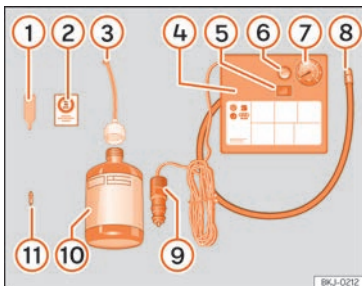

Abb. 224 Prinzipdarstellung: Bestandteile des Pannensets
Das Pannenset befindet sich im Gepäckraum unter dem Bodenbelag. Es besteht aus folgenden Bestandteilen »» (Abb. 224):
- Ventilkappe und Ventileinsatz vom Reifenventil abschrauben. Verwenden Sie den Ventileinsatzdreher »» (Abb. 224) ① zum Heraus-schrauben des Ventileinsatzes. Legen Sie den Ventileinsatz auf einem sauberen Untergrund ab.
- Reifenfüllflasche kräftig schütteln »» (Abb. 224) ⑩.
- Einfüllschlauch »» (Abb. 224) ③ auf die Reifenfüllflasche schrauben. Die Folie am Verschluss wird automatisch durchstoßen.
- Verschlussstopfen vom Einfüllschlauch »» (Abb. 224) ③ entfernen und das offene Schlauchende auf das Reifenventil schrauben.
- Ventileinsatz mit dem Ventileinsatzdreher »» (Abb. 224) ① wieder in das Reifenventil schrauben.
- Reifenfüllschlauch »» (Abb. 224) ⑧ des Luftkompressors fest auf das Reifenventil schrauben.
- Prüfen, ob die Luftablassschraube »» (Abb. 224) ⑥ zugedreht ist.
- Kabelstecker »» (Abb. 224) ⑨ in eine 12-Volt-Steckdose des Fahrzeugs stecken »» S. 224.
- Luftkompressor mit dem EIN-/AUS-Schalter »» (Abb. 224) ⑤ einschalten.
- Kleben Sie den Aufkleber »» (Abb. 224) ② im Sichtfeld des Fahrers auf das Kombi-Instrument.
Schließen Sie den Reifenfüllschlauch »» (Abb. 224) ⑧ wieder an und lesen Sie den Reifenfülldruck an der Reifenfülldruckanzeige ⑦ ab.